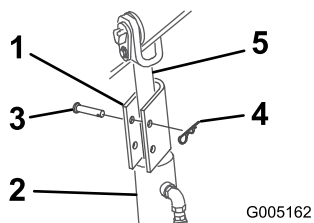

Figura 25
4. Posicione um bloqueio do cilindro sobre cada barra do cilindro de elevação (Figura 25).
5. Prenda cada bloqueio do cilindro com um passador de forquilha e contrapino (Figura 25).